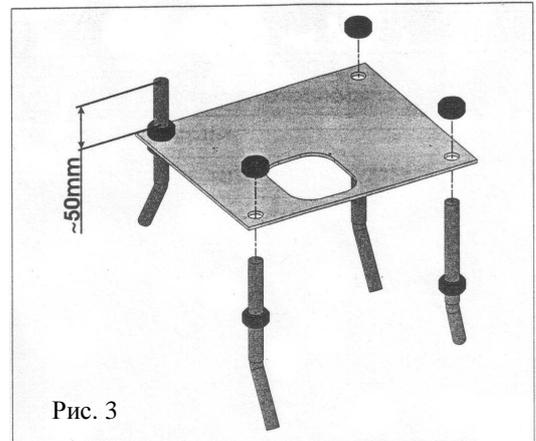
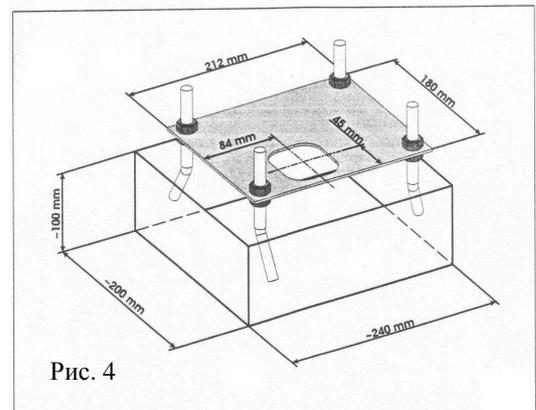

Рис. 3
Рис. 4
- Закрепите основание крепления привода сваркой или бетонированием (основание с арматурой для крепления в бетоне входят в комплект) как показано на рис. 4. Шпильки должны выступать над поверхностью земли на расстояние не менее 50 мм. рис. 3